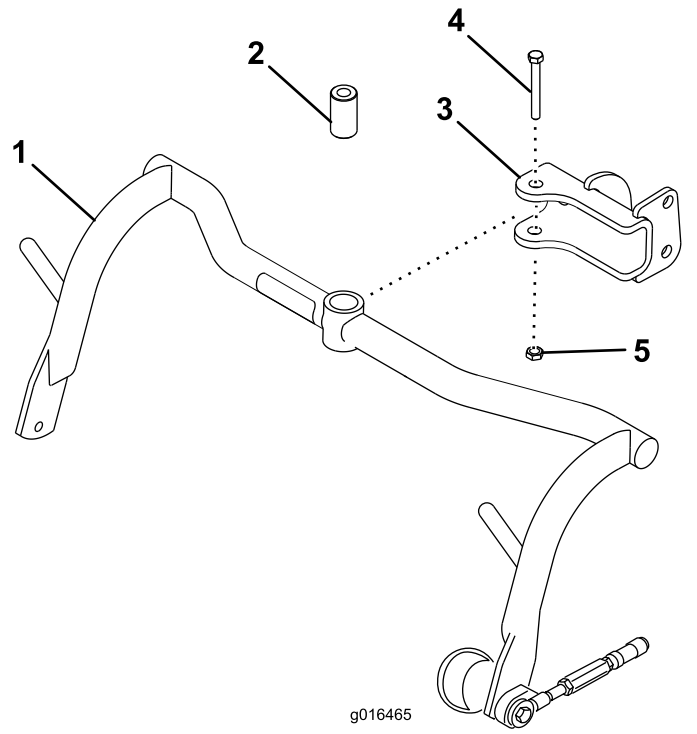

Figure 6
1. Montez un bâti porteur sur chaque chape avec une entretoise, un boulon (1/2" x 3/4") et un contre-écrou (1/2") ; voir Figure 6. Serrez à un couple de 91 à 113 N·m.